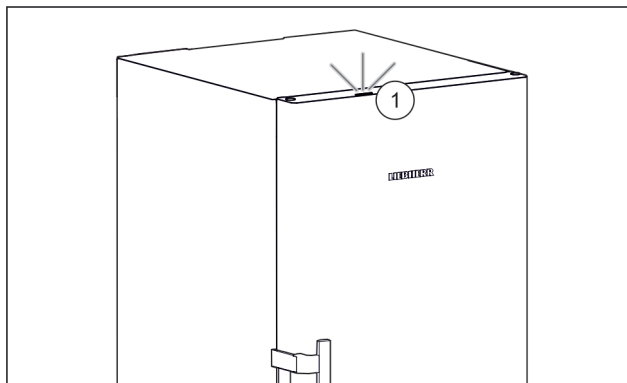

Fig. 51 Активная лампа статуса при закрытой двери
- ▷ Лампа статуса Fig. 51 (1) активирована.